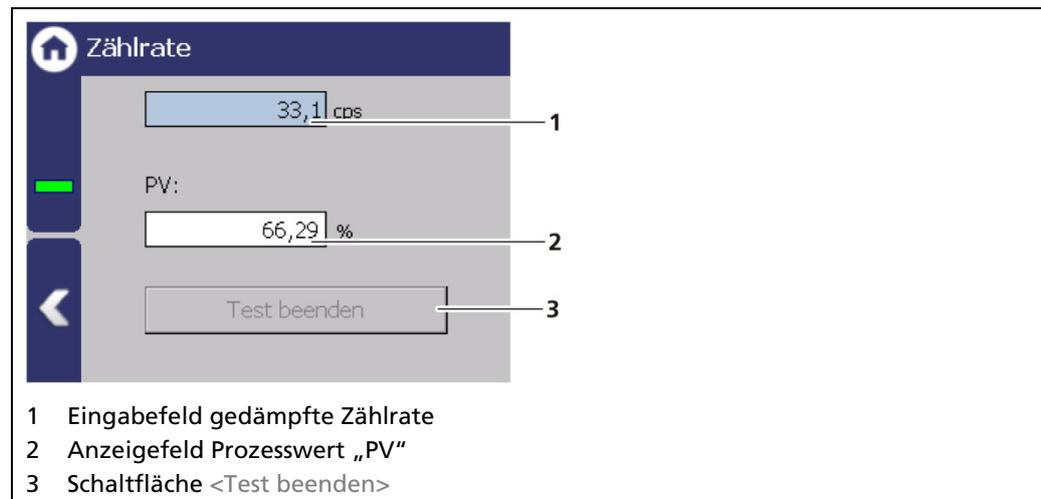

Abb. 129 Simulation Zählrate
1. Klicken Sie auf das Eingabefeld (Abb. 129, Pos.1) und geben Sie Zählrate für die Simulation ein.
- ▶ Der Test wird durchgeführt und der Prozesswert (Abb. 129, Pos.2) wird angezeigt.
3. Klicken Sie auf die Schaltfläche <Test beenden> (Abb. 129, Pos.3), um die Simulation zu stoppen.